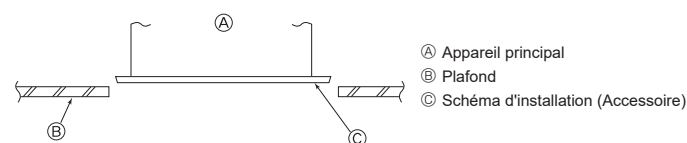

Fig. 2-7
2.6. Confirmez l'emplacement de l'appareil principal et serrez les boulons de suspension (Fig. 2-7)